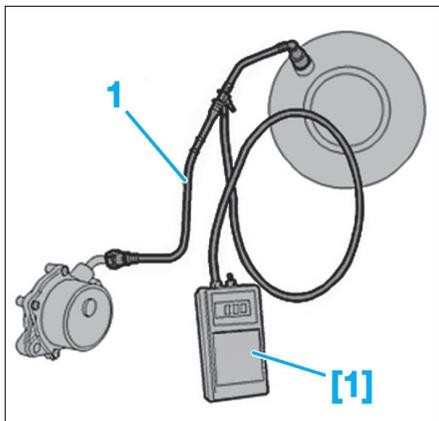

Fig. 21
- Localiser le tube de dépression (1) entre la pompe à vide et l'amplificateur de freinage (Fig.21).